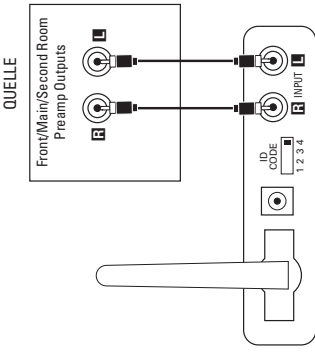

Abbildung 4.
Schritt 1. Schließen Sie das mitgelieferte Cinch-Verbindungskabel an die Buchsen für den linken und rechten Vorverstärker-Ausgang für die beiden Frontkanäle oder die Aufnahme-Ausgänge oder die Ausgänge für den Mehrraum-Betrieb (Zone 2) auf der Rückseite Ihrer Tonquelle an. Stecken Sie das andere Kabelende in die entsprechenden Buchsen ⑭ auf der Rückseite des Sendemoduls (siehe Abbildung 4).